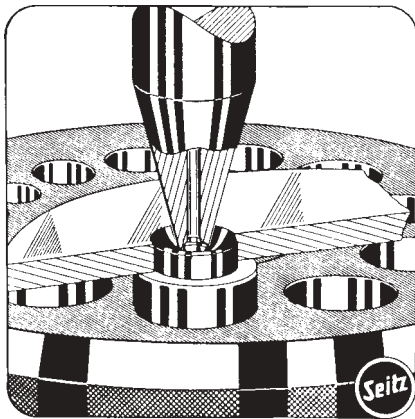

Abb. 30
a) Dient zum Verengen der Zapfenlöcher (Abb. 30)